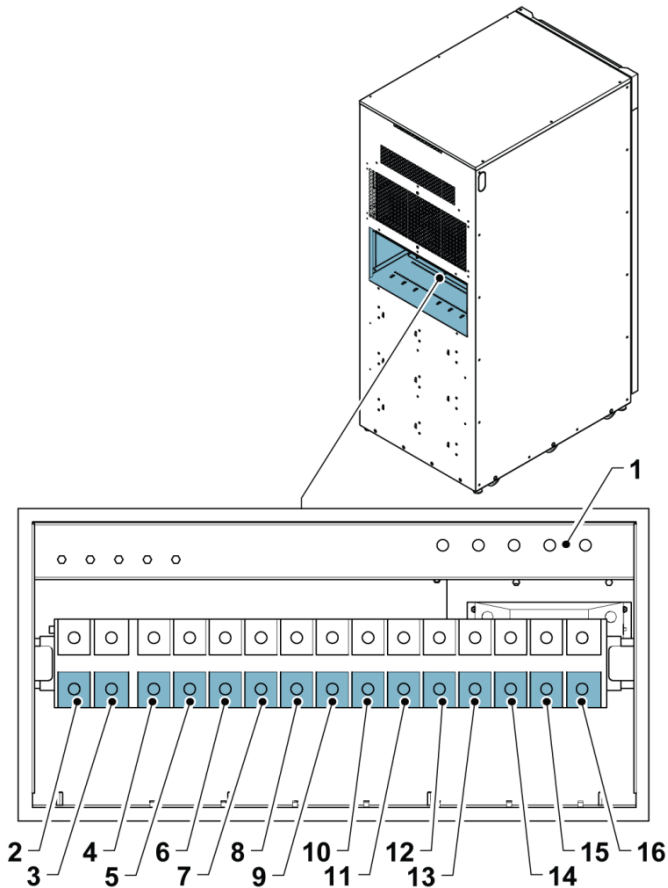
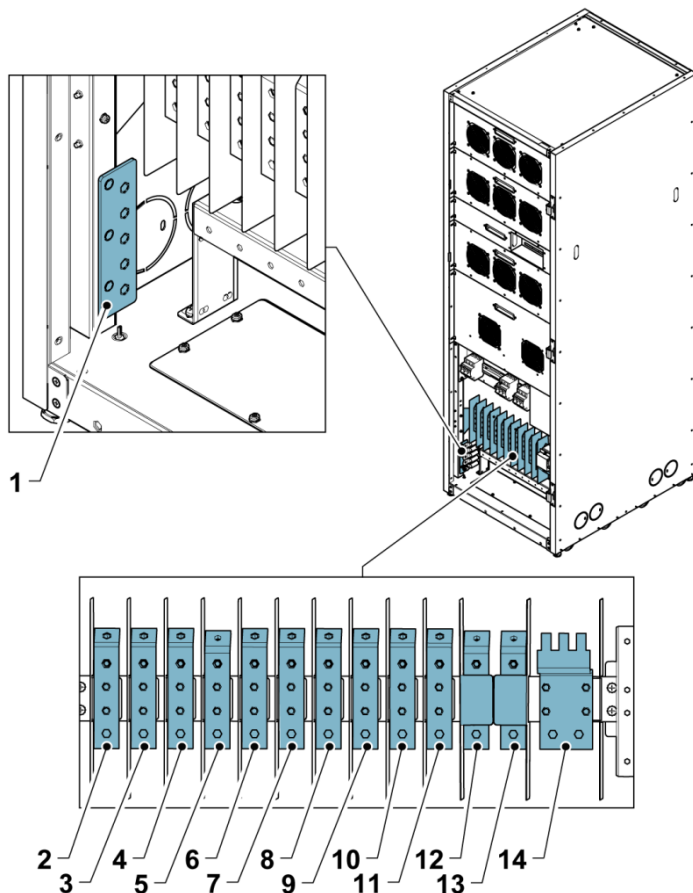

Figura 15. Posizioni del morsetto di alimentazione 20-40 kVA
Figura 16. Posizioni del morsetto di alimentazione 60-80 kVA
2. Distribuire i cavi sulle morsettiere dell'UPS attraverso i punti di ingresso dei cavi posti sul retro dell'armadio dell'UPS. Vedere la figura 15 e la figura 16 per informazioni sull'accesso dei cavi e le posizioni dei morsetti.
2. Per individuare i morsetti corretti e analizzare i requisiti di cablaggio, consultare la sezione 4.3.3, la tabella 8, la figura 15 e la figura 16.